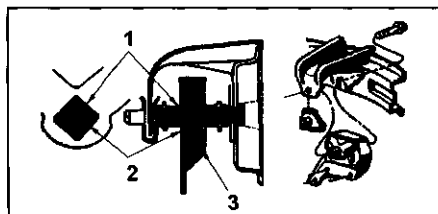

图 7-3-14 发动机左支座的调整
(1) 用合适的千斤顶小心地支撑住发动机和变速器总成,卸去发动机支架的负荷。
(2) 松开发动机右支架的竖向螺栓,然后松开发动机前支架支架与横梁的连接螺栓。
(3) 左右移动发动机,把驱动轴长度调整到规定的参数范围内,发动机左支座装套在长支撑螺栓和轴上(见图 7-3-14),不管发动机的重量是否被移走均能提供横向调整。